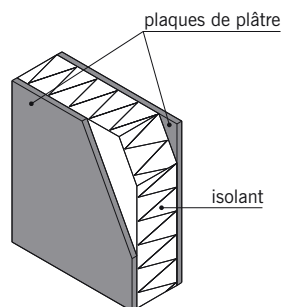

fig. 8.11
■ Le **panneau sandwich** (fig. 8.11) : nom donné aux panneaux préfabriqués composés d'une couche isolante recouverte des deux côtés par une plaque de plâtre. Ce type de panneau, plus rigide qu'un complexe isolant, est souvent utilisé comme doublage.